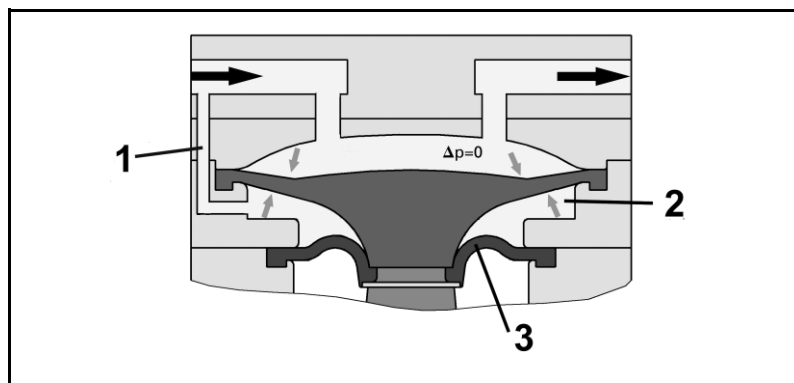

Abb. 4: Funktion des Membran-Stabilisierungssystem
Eine zusätzliche Membrane, die sogenannte Stabilisierungsmembrane (3), trennt die Unterseite der Arbeitsmembrane vom Antriebsraum der Pumpe (siehe Abb. 4). Der Raum zwischen den beiden Membranen – Vakuumkammer (2) genannt – wird über einen Evakuierungskanal (1) mit der Saugseite der Pumpe verbunden. In der Vakuumkammer herrscht dadurch annähernd der gleiche Druck wie im Arbeitsraum der Membranpumpe. Die Druckdifferenz zwischen Ober- und Unterseite der Membrane geht gegen null. Unabhängig vom Ansaugdruck der Pumpe bleibt die Arbeitsmembrane stabil, sodass die Pumpe über ihren gesamten Arbeitsbereich ein gutes Saugvermögen aufweist.